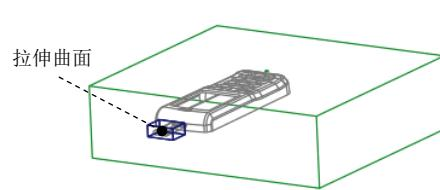
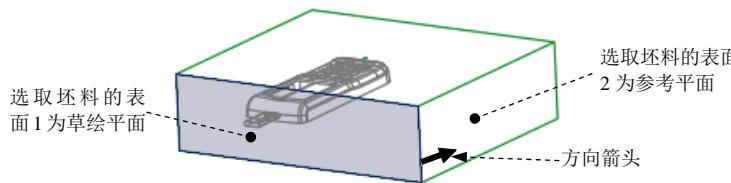
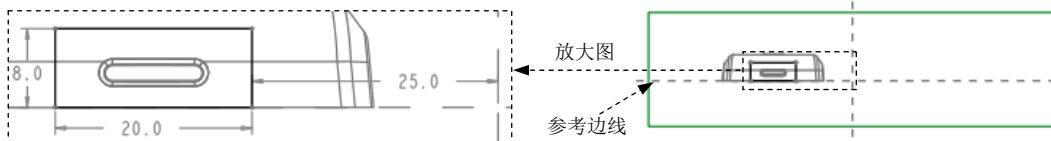

图 31.25 拉伸曲面
图 31.26 定义草绘平面
图 31.27 截面草图
Step9. 创建拉伸曲面，如图 31.25 所示。单击 分型面 功能选项卡 形状 ▾ 区域中的 拉伸 按钮，此时系统弹出“拉伸”操控板；右击，从弹出的菜单中选择 定义内部草绘... 命令；在系统 选择一个平面或曲面以定义草绘平面 的提示下，选取图 31.26 所示的坯料表面 1 为草绘平面，接受图 31.26 中默认的箭头方向为草绘视图方向，然后选取图 31.26 所示的坯料表面 2 为参考平面，方向为 右，然后单击 草绘 按钮；选取 MOLD_FRONT 基准平面和模型的下表面为草绘参考；绘制图 31.27 所示的截面草图；完成截面的绘制后，单击“草绘”操控板中的“确定”按钮 ✓；在操控板中选取深度类型 L，再在深度文本框中输入深度值 15.0，并按回车键，然后单击 ✎ 按钮，在操控板中单击 选项 按钮，在“选项”界面中选中 封闭端 复选框；在“拉伸”操控板中单击 ✓ 按钮，完成特征的创建。